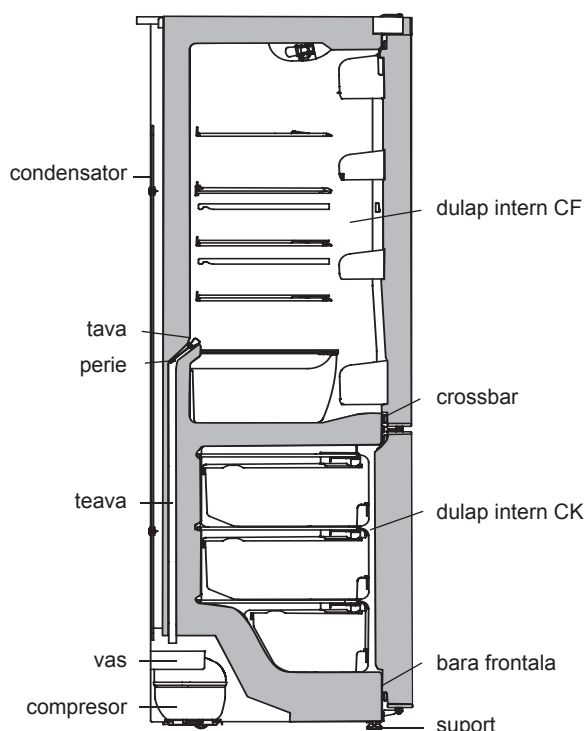

Figura 5 — Schema eliminării apei topite din CF
3.4.1 În CF se utilizează sistemul automat de decongelare. Chucura, care apare pe pereții din spate a CF, se topește în ciclul de dezghețare la deconectarea compresorului și se transformă în picături de apă. Picăturile de apă topită se scurg în vas și prin gaură în tavă patrund în țevă navei pe compresor, în conformitate cu figura 5 unde și se evaporă. În gaura tavei este instalată o perie pentru a preveni înfundarea sistemului de evaporare.
Prezența apei în tavă indică la blocarea posibilă a scurgerii apei. Pentru a elimina contaminarea trebuie a curăța cu peria gaura în tavă, astfel că apa să se scurgă fără obstacole un vas, se spală peria și se instalează în conformitate cu figura 5.
SE INTERZICE exploatarea frigiderului cu sistemul de scurgere înfundat. Apa apărută în partea de jos a camerei frigiderului sau în locul atasamentului plăcii la dulapul interior al CF în conformitate cu figura 5, poate provoca coroziunea camerei exterioare și a elementelor agregatului frigiderului, a distruge izolarea termică, poate cauza formarea de fisuri a camerei interioare și deteriorarea completă a camerei frigiderului.
ATENȚIE! Nu permiteți scurgerea apei topite din CK la dezghețare și curățenie, deoarece apa, patrundând la în locul atasamentului plăcii la dulapul interior al CK în conformitate cu figura 5, 6 poate provoca coroziunea camerei exterioare și a elementelor agregatului frigiderului, a distruge izolarea termică, poate cauza formarea de fisuri a camerei interioare și deteriorarea completă a camerei frigiderului.